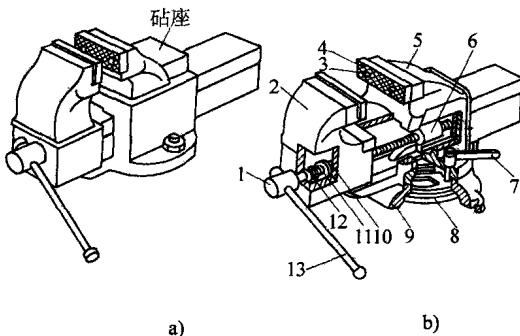

图 1-2 台虎钳
(2) 台虎钳 台虎钳是用来夹持工件的通用夹具，见图 1-2。有固定式和回转式两种类型。图 1-2b 为回转式台虎钳，由于使用较方便，故广泛采